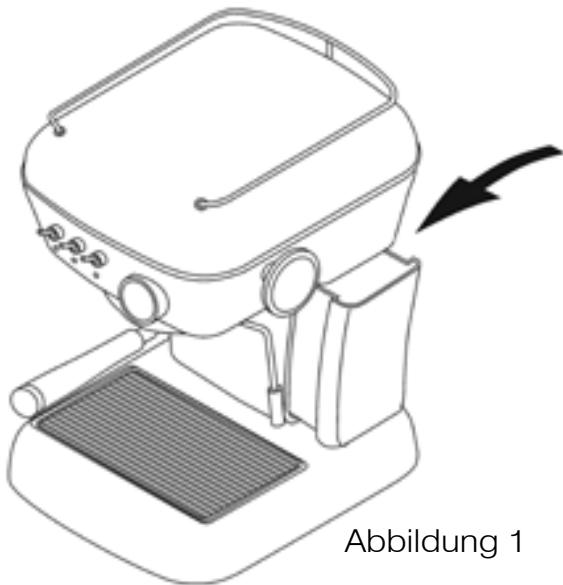

Abbildung 1
2. Füllen Sie den Wassertank mit frischem Wasser. (siehe Abbildung 1) Vergewissern Sie sich, dass sich der Wasseransaugschlauch vollständig im Wassertank befindet.